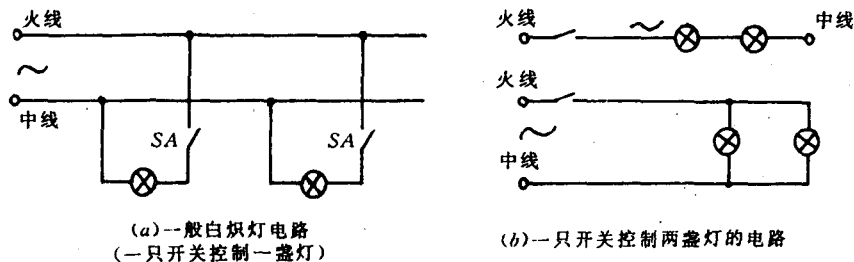

图 1-3 白炽灯接线原理
1. 在实习室安装成套白炽灯一盏、或两盏(一个开关在一个地方控制一盏灯或两盏灯),并将有关数据记入表 1-3。接线图如图 1-3 所示。